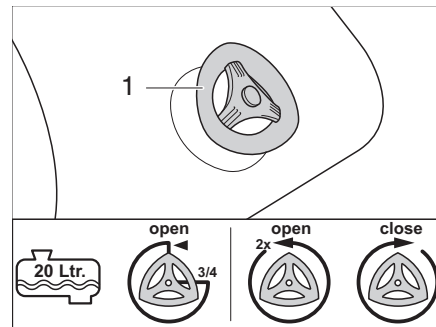

Fig. 337 Rubinetto di scarico
- Pieno per 1/2 o meno: ruotare il rubinetto di scarico (Fig. 337,1) di 3/4 di giro in senso antiorario. L'acqua fuoriesce.
- Pieno per 3/4 o più: ruotare il rubinetto di scarico (Fig. 337,1) di 2 giri in senso antiorario. L'acqua fuoriesce.
- Chiudere il rubinetto di scarico (Fig. 337,1) in senso orario.